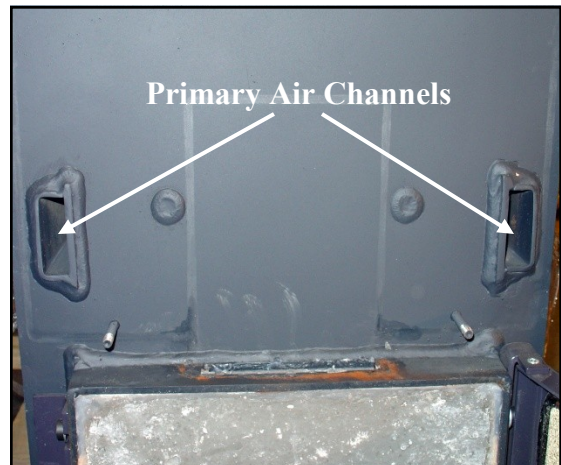

Fig. 4.13 Primary Air Channels
2. Les canaux d'air (Fig. 4.13) peut alors être nettoyé avec une brosse fournie.